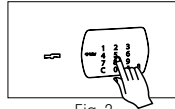
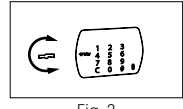

Fig. 2
Fig. 3
- 1 Marcar os números da combinação (Fig. 2). Ao sair da fábrica, os cofres têm a combinação 1 2 3 4 5 6. Ao digitar cada dígito ouvirá um "beep" e acenderá a luz vermelha. No caso de não marcar nenhuma tecla durante 7 segundos, o sistema fica desactivado; neste caso, volte ao início. 2 Se a combinação está correcta, acenderá a luz verde, então terá 5 segundos para girar a chave,
entretanto luz permanece acesa (Fig. 3). Se se apagar a sinalização, volte ao ponto 1. 3 5.3. Para fechar gire a chave.
- 1 Abrir o cofre com o código de utilização (apartado 5). 2 Pulsar a tecla "#/Reset". Se iluminará a luz roja, y sonará el tono de programación. 3 Digitar a tecla "# Reset" (Fig. 2). Acenderá a luz vermelha, e ouvirá o entoar de programação. 4 Introduzir o actual código de utilização (de fábrica 1 2 3 4 5 6) com cada pulsación, acende-se uma luz vermelha e soará um beep curto. Se o código for o correcto, soará o toque de programação. 5 Volte a introduzir o novo código para confirmação. Se estiver correcto ouvirá o som de programação acenderá a luz verde, indicando que pode fechar o cofre. Se não estiver correcto ouvirá o som de erro, devendo assim voltar ao ponto 2. 6 Com a porta aberta realize, pelo menos, 3 comprovações, seguindo as instruções de abertura, para se assegurar que a nova combinação está correcta.
- 1 Abra a porta com o código de emergência (ponto 7). 2 Digitar a tecla "#/ Reset" (Fig. 2); acenderá a luz vermelha, e soará o tom de programación. 3 Introduzir o código de **emergência actual**, com cada pulsación, acende-se uma luz vermelha e soará um beep curto. Se o código for o correcto, soará o toque de programación. 4 Premir a tecla 2. 5 Digite a tecla "#/ Reset" (Fig. 2); acenderá a luz vermelha, e soará 2 sons breves. 6 Introduzir **novo código** (de 2 a 15 dígitos), seguido de tecla "C" (Fig. 3). Soará o som de programación. 7 Volte a introduzir o novo código para confirmação. Se estiver correcto ouvirá o som de programación, e acenderá a luz verde, indicando que já pode fechar o cofre. Caso não estiver correcto ouvirá o som de error devendo assim voltar ao ponto 2. 8 Com a porta aberta realize, no mínimo, 3 combinaciones, seguindo as instruções de abertura, para se assegurar que a nova combinação está correcta.